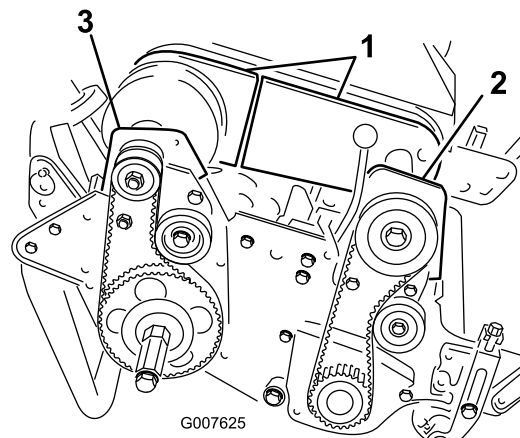

図 41
4. デファレンシャルカバー (前半分と後半分) のボルトを取り、カバーを外してベルトが見えるようにする (図 41)。
6. 前クラッチハウジングをサイドプレートに固定しているボルト 2 本を外す (図 41)。
8. 右後ベアリングハウジングをサイドプレートに固定しているボルト 2 本とロックナットを外す (図 41)。